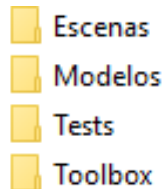

Figura 102. Directorios del paquete de instalación
2. Al descomprimir el archivo, deben encontrarse los siguientes directorios (Figura 102):